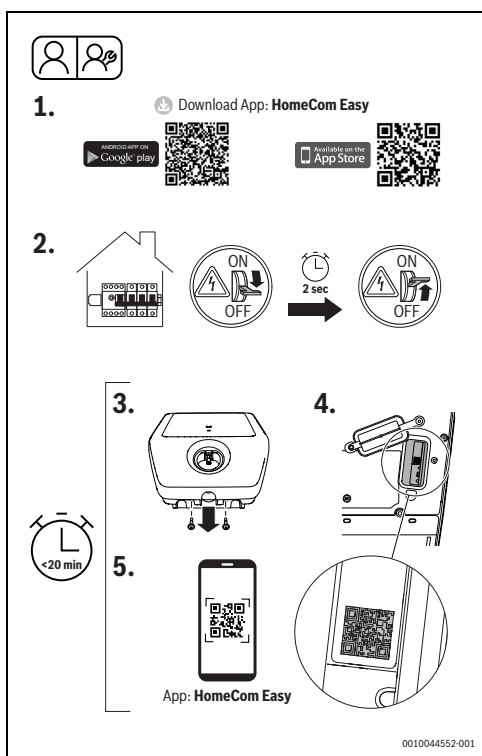

Fig. 403 HomeCom Easy
- ▶ Desligue o Power Charge 7000i da alimentação elétrica e, após dois segundos, aproximadamente, voltar a ligá-la (fig. 403, passo [2]).
- ▶ Desaperte os dois parafusos na cobertura frontal (fig. 403, passo [3]).